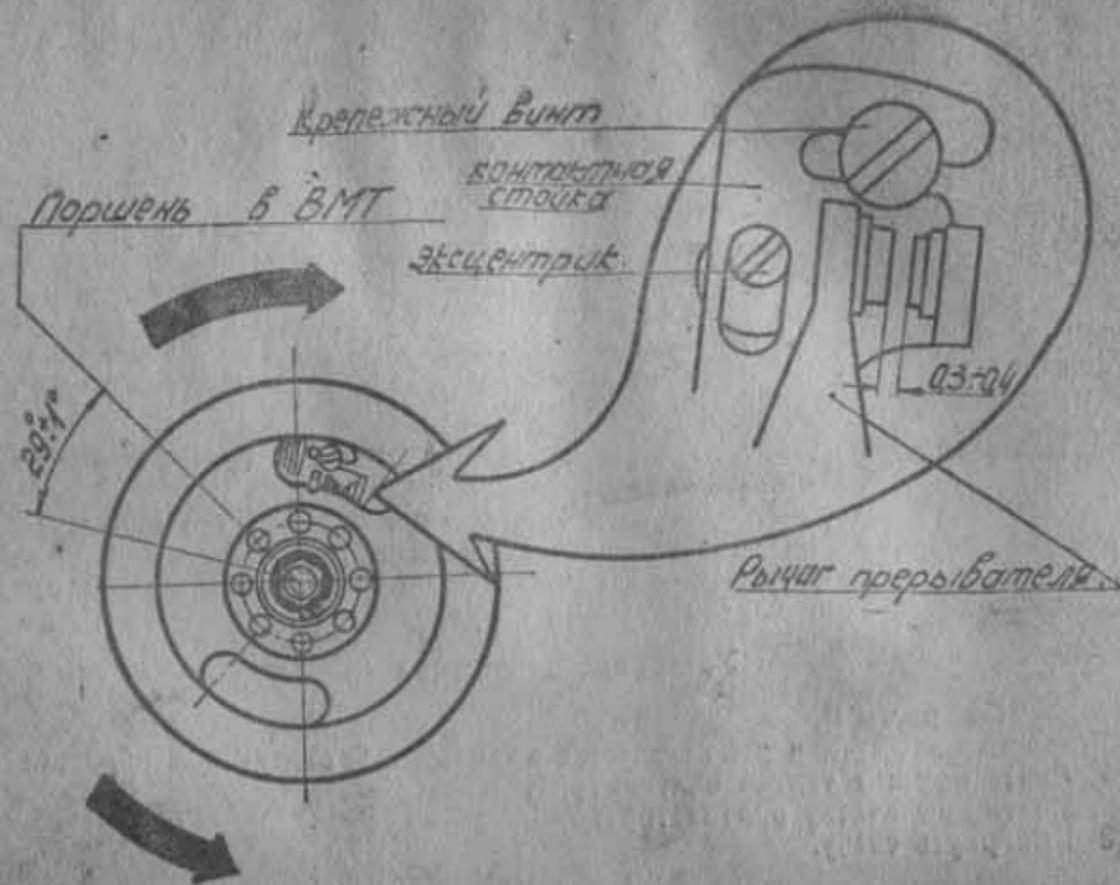

Рис. 24. СХЕМА УСТАНОВКИ ЗАЖИГАНИЯ
(См. рис. 24).
- Повернуть основание таким образом, чтобы получить нужное опережение зажигания. (См. рис. 24).